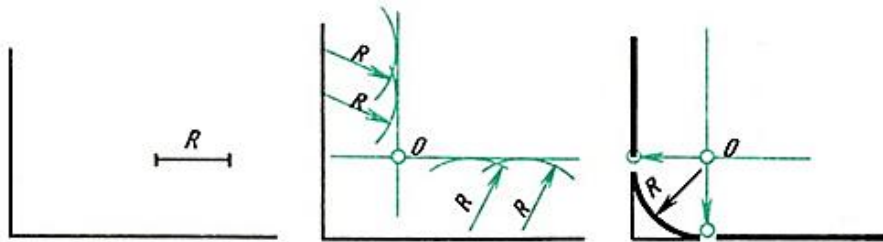

Рис. 9. Сопряжение прямого угла
Даны прямые линии под прямым, острым и тупым углами (рис. 9, 10, 11). Нужно построить сопряжения этих прямых дугой заданного радиуса  $R$ .
1. Находят точку  $O$  - центр сопряжения, который должен лежать на расстоянии  $R$  от сторон угла в точке пересечения прямых, проходящих параллельно сторонам угла на расстоянии  $>R$  от них (рис. 9, 10, 11). Для построения прямых, параллельных сторонам угла, из произвольных точек, взятых на прямых, раствором циркуля, равным  $R$ , делают засечки и к ним проводят касательные.
3. Из точки  $O$ , как из центра, описывают дугу заданного радиуса  $R$  между точками сопряжений (рис. 9, 10, 11).